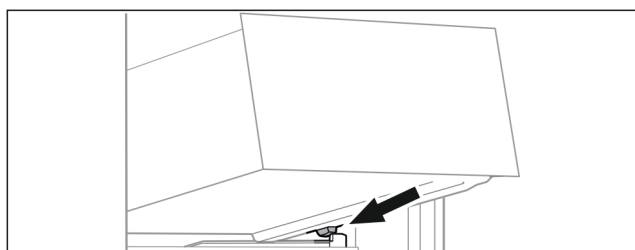

Fig. 192
- ▶ Stavite ladicu ukoso iza zaustavljača na žlijeb spremnika. (pogledajte Fig. 192)